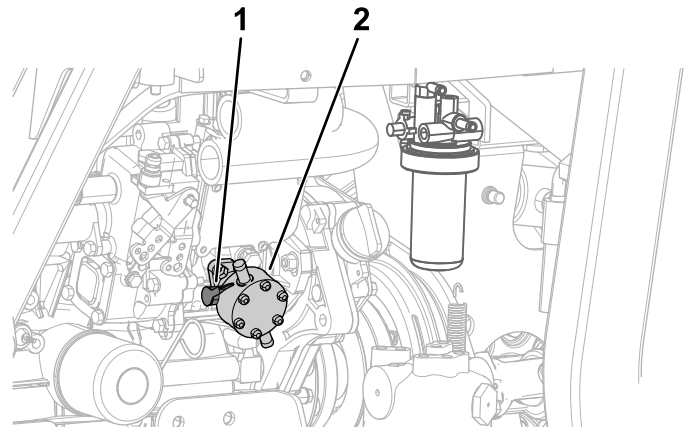

Bild 64
Betätigen Sie den Hebel der Kraftstoffpumpe an der linken Seite des Motors, bis die Kraftstofffilterglocke gefüllt ist (Bild 64).
7. Betätigen Sie den Hebel der Kraftstoffpumpe solange, bis ein ununterbrochener Kraftstoffstrom um die Schraube austritt, siehe Bild 64 in Vorfüllen der Kraftstoffanlage \(Seite 56\).